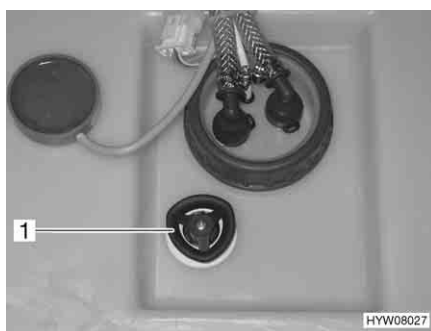

Fig. 154 Maniglia girevole (serbatoio dell'acqua)
- Sul serbatoio dell'acqua, ruotare la maniglia girevole (Fig. 154,1) in senso orario fino all'arresto.
- Sul serbatoio dell'acqua, ruotare la maniglia girevole (Fig. 154,1) in senso antiorario fino all'arresto. L'acqua fuoriesce fino a ca. 20 litri.
- Sul serbatoio dell'acqua ruotare la maniglia girevole (Fig. 154,1) in senso antiorario, oltre la resistenza verso l'esterno fino all'arresto, per aprire completamente l'apertura di scarico.